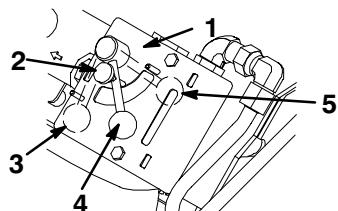

Figura 14
**Nota:** La posición del divisor de flujo (p. ej., 9-12 en punto) se determina desde la posición normal del operario. La Figura 14 muestra el divisor de flujo desde la parte delantera.